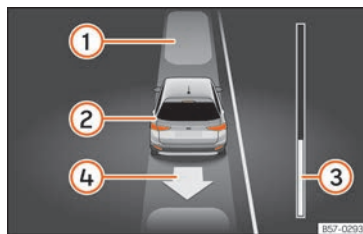

Abb. 253 Am Bildschirm des Kombi-Instruments: parallel zur Fahrbahn ausparken.
Legende zu **Abb. 253**:
7.	Die Fortschrittsanzeige » Abb. 253 ③ zeigt den zurückzulegenden Abstand an » Seite 298.